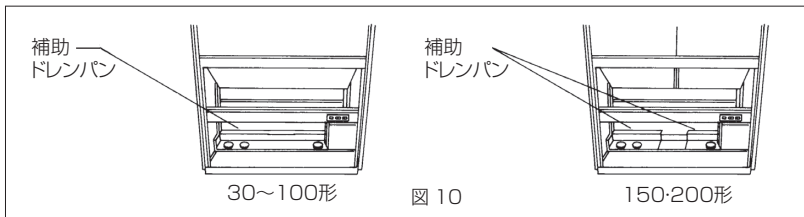

図 10
- ・ドレン接続口は補助ドレンパンの下にあります。(30～100 形の場合は中央 1 カ所。150・200 形の場合は左右 2 カ所よりいずれか一方を選択。) 止めネジを外して補助ドレンパンを取外してください。(図 10)